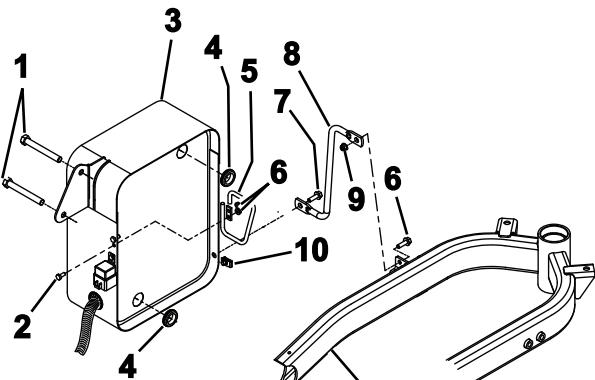

Figura 4
1. Installate i 2 anelli di tenuta in gomma sul lato posteriore del supporto del refrigeratore dell'olio (Figura 4).
3. Installate il rinforzo filo sagomato fissando l'estremità superiore al telaio e quella inferiore all'attacco del cilindro utilizzando 2 bulloni flangiati a testa esagonale (5/16 x 1 poll.), un dado flangiato (5/16 poll.) e un dado Tinnerman (Figura 4).
Nota: Se disponete del kit di trazione a tre ruote, inserite il rinforzo filo sagomato tra i 2 flessibili idraulici. Installate inoltre un filo sagomato flessibile sul lato del supporto del refrigeratore dell'olio con 2 bulloni a testa esagonale (1/4 x 5/8 poll.) e 2 dadi flangiati esagonali (1/4 poll.) per consentire il passaggio dei 2 flessibili (Figura 4).